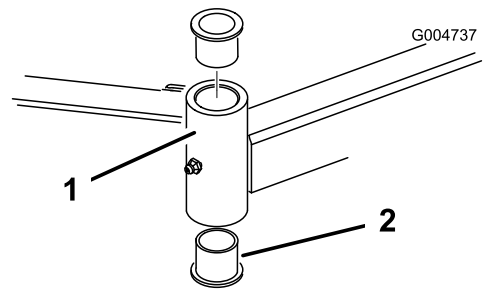

Bild 84
4. Stecken Sie einen Dorn oben oder unten in das Befestigungsrohr und treiben die Büchsen heraus (Bild 84).